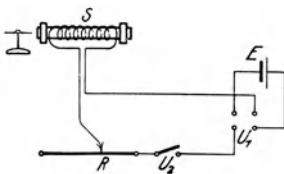

Fig. 191.
**Anleitung.** a) Wickle den Kupferdraht um die Glasröhre, befestige die Endwindungen mit Schleifen aus Bindfaden oder weniger empfehlenswert mit Isolierband und biege die Enden nach der Mitte der Spule zurück. Zeichne das eine Ende der Spule durch ein aufgeklebtes Stückchen Papier. Verbinde die freien Drahtenden der Spule  $S$  (Fig. 191) mit den beiden Gegenklemmen des geschlossenen Stromwenders  $U_1$ , doch schalte dabei in die Leitung den Stromschlüssel  $U_2$  und einen Stromschwächer ein. Verbinde die beiden andern Klemmen des Wenders  $U_1$  mit den Polen der Kette  $E$ .